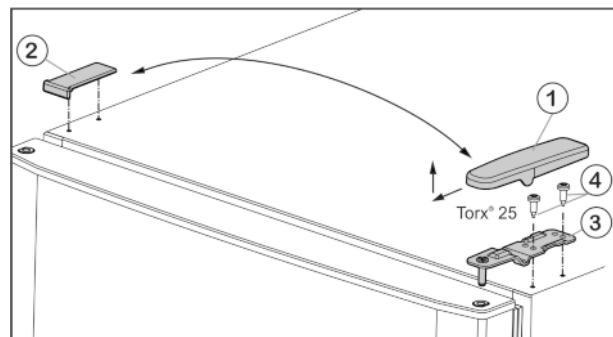

Fig. 5
- ▶ Зніміть кришку Fig. 5 (1) вперед і вгору.
- ▶ Зніміть кришку Fig. 5 (2).
- ▶ Викрутіть верхній опорний кронштейн Fig. 5 (3)(2 шт. Torx® 25) Fig. 5 (4) і відведіть вгору.
- ▶ Встановіть верхній опорний кронштейн Fig. 5 (3) в дверцята на новий бік шарніра.
- ▶ Прикрутіть верхній опорний кронштейн (з **моментом 4 Нм**) гвинтами (2 шт. Torx® 25) Fig. 5 (4). У разі необхідності скористайтеся акумуляторним гвинтокрутом.
- ▶ Встановіть і зафіксуйте кришку Fig. 5 (1) з протилежного боку ззовні.
- ▶ Також встановіть зверху і зафіксуйте кришку Fig. 5 (2) з протилежного боку.